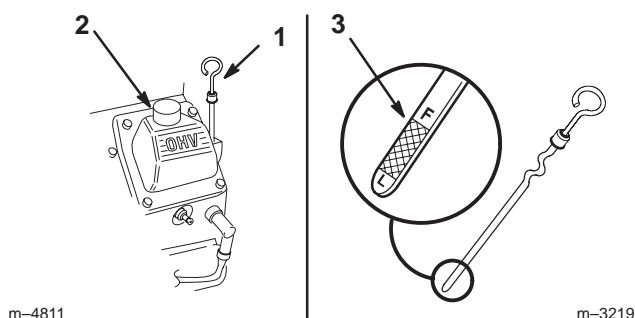

Figure 35
2. Nettoyez la surface autour de la jauge d'huile (Fig. 35) pour éviter que des impuretés s'introduisent dans le goulot de remplissage, ce qui risquerait d'endommager le moteur.
3. Sortez la jauge d'huile et essuyez soigneusement l'extrémité métallique (Fig. 35).
4. Enfoncez la jauge complètement dans le goulot de remplissage. Sortez de nouveau la jauge et examinez l'extrémité métallique (Fig. 35). Si le niveau est bas, versez lentement une quantité d'huile suffisante dans le goulot de remplissage pour amener le niveau au repère du plein (FULL).
5. Versez lentement environ 80% de la quantité d'huile spécifiée à la page 32 dans le goulot de remplissage (Fig. 35). Vérifiez le niveau d'huile (voir Contrôle du niveau d'huile, page 32). Faites l'appoint avec précaution pour amener le niveau au repère du plein.